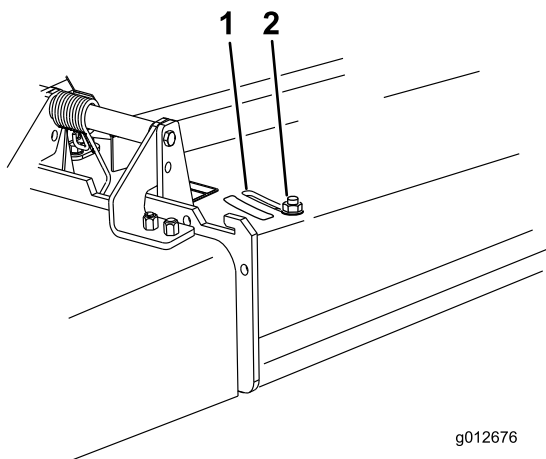

Figure 15
3. Pour régler le déflecteur, desserrez l'écrou (Figure 15).